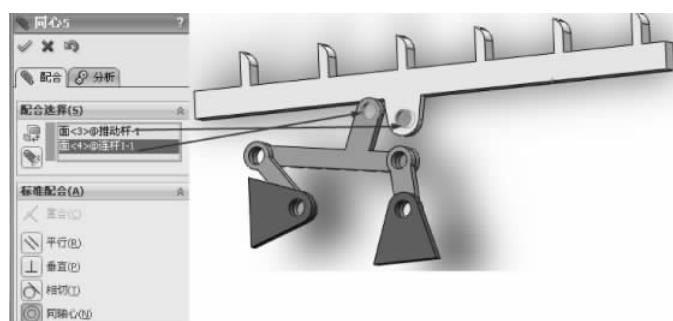

图 3-222 同轴心配合
(11) 选择【标准配合】选项组下的【同轴心】配合类型  , 在【要配合的实体】选择框  中选择如图 3-222 所示的面, 其他保持默认, 单击【确定】按钮  , 完成同轴心配合。